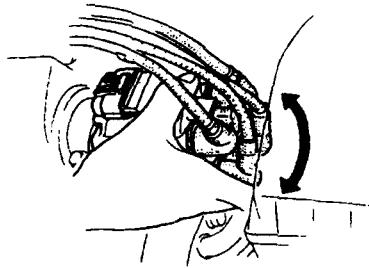

图 10 调整分电器位置——以 1995~1997 年产普鲁泰哥 1.5L (ZSD) 和 1.8L (BPD) 为例
25N·m)，重新检查正时（参见图 10）。
8) 若正时标记未对齐，松开分电器固定螺栓，转动分电器壳进行调整。标记对齐后，紧固分电器固定螺栓，力矩为  $19\text{lbf}\cdot\text{ft}$  ( $25\text{N}\cdot\text{m}$ )。螺栓拧紧后再次检查正时（参见图 10）。
9) 若正时标记未对齐，松开分电器固定螺栓，转动分电器壳进行调整。正时标记对齐后，紧固分电器固定螺栓，力矩为  $19\text{lbf}\cdot\text{ft}$  ( $25\text{N}\cdot\text{m}$ )。螺栓拧紧后再次检查正时（参见图 10）。
9) 若正时标记未对齐, 松开分电器固定螺栓, 转动分电器壳加以调整。正时标记对齐后, 紧固螺栓, 力矩为  $19\text{lbf}\cdot\text{ft}$  ( $25\text{N}\cdot\text{m}$ )。螺栓拧紧后再次检查正时 (参见图 10)。